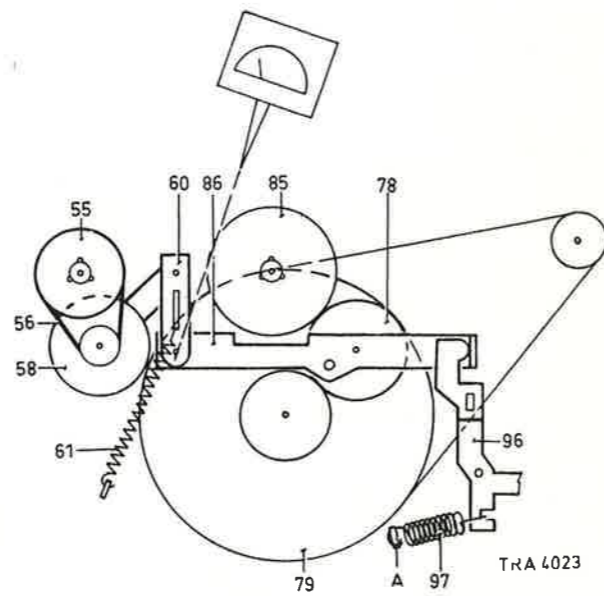

Fig. 10
Controllo della forza di pressione della ruota 78 (fig.10)
- La forza deve essere fra 100-130 gr. Misurare nel senso della forza di trazione, sul cardine delle squadrette 60 e 86 (vedi fig.10). Leggere l'indicazione quando il piatto portabobine incomincia a ruotare.
- La forza necessaria per sollevare la puleggia 58 dalla ruota libera deve essere fra 125 e 145 gr (misurata sul cardine delle squadrette 60 e 86 (vedi, fig.10).
Questa forza è regolabile piegando la camma A (vedi fig.10), la molla ne sarà più o meno tesa. Se l'apparecchio è regolato come indicato sopra e non funziona bene, rinnovare le regolazioni.